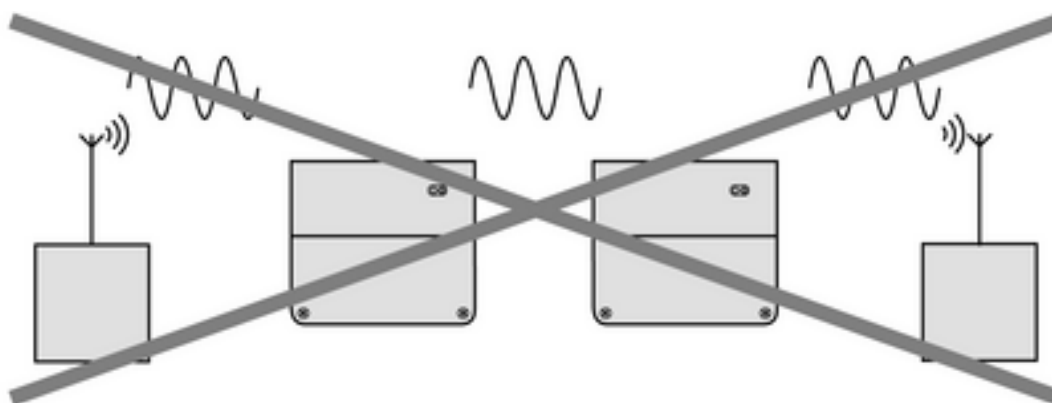

Figure 4
- i** Aucune possibilité de mise en cascade des répéteurs, c'est-à-dire que les télégrammes envoyés par un répéteur ne sont pas répétés par un autre répéteur (figure 4).